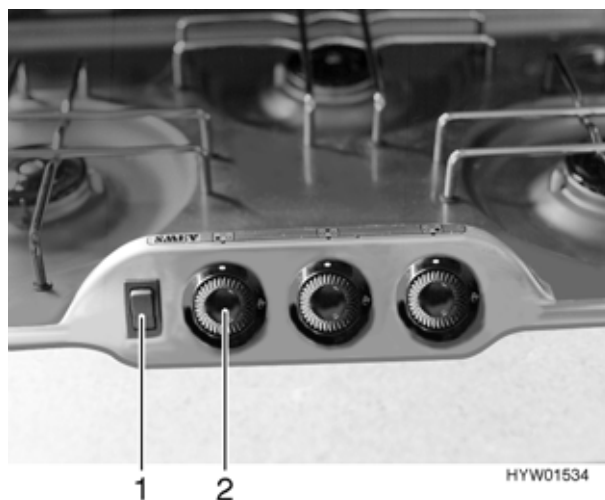

Fig. 124 Comandi del fornello a gas
- Premere la manopola di regolazione (Fig. 124,2), ruotarla in posizione "Max." e tenerla premuta finché il gas non arriva al bruciatore.
- Premere l'interruttore a bilico (Fig. 124,1). Sul bruciatore vengono prodotte scintille.